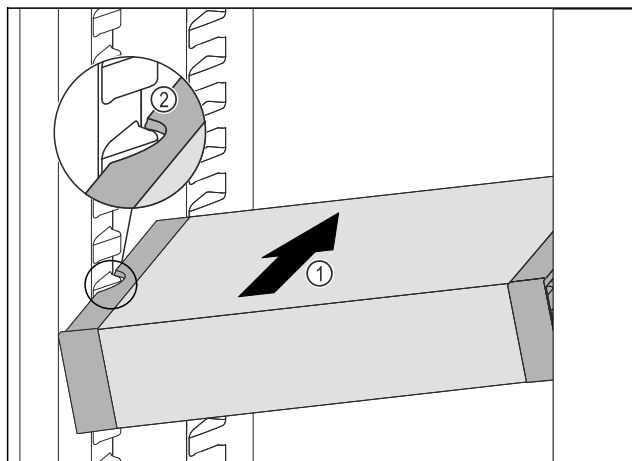

Fig. 107
- Skyv VarioSafe skrått inn i kjøleskapsdelen Fig. 107 (1), til utsparingene på sidene av Fig. 107 (2) VarioSafeser på nivå med rillene i kjøleskapet.